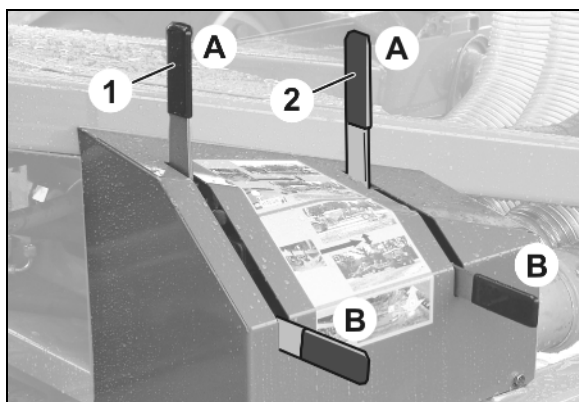

Fig. 95
1. Løs de to bolte (Fig. 95/1)
3. Spænd boltene (Fig. 95/1).